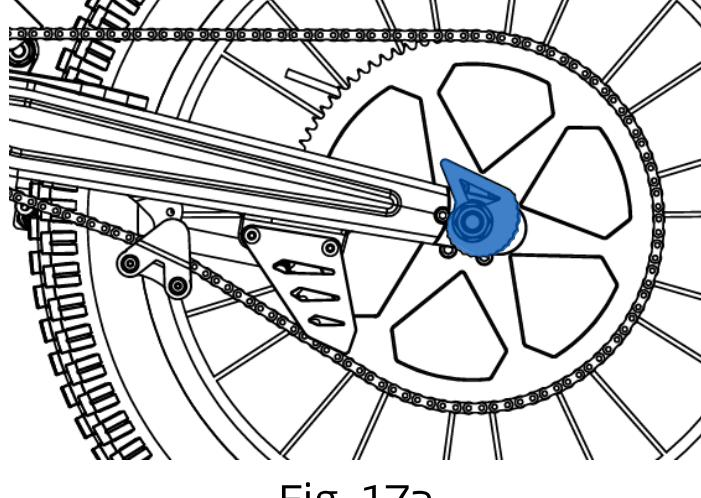

Fig. 17a
- 3- Debe girar el regulador excéntrico (Fig. 17a), hacia una posición dependiendo del juego de la cadena, y conseguir el tensado correcto. Debe asegurarse que el tope está situado entre los dientes del regulador excéntrico y los dos lados por igual. Estos componentes deben colocarse en la posición adecuada según el nivel de tensión requerido.
En la Fig. 17a se muestra la configuración correspondiente a la posición mínima de la rueda, la cual debe mantenerse hasta que se alcance la mitad del recorrido.